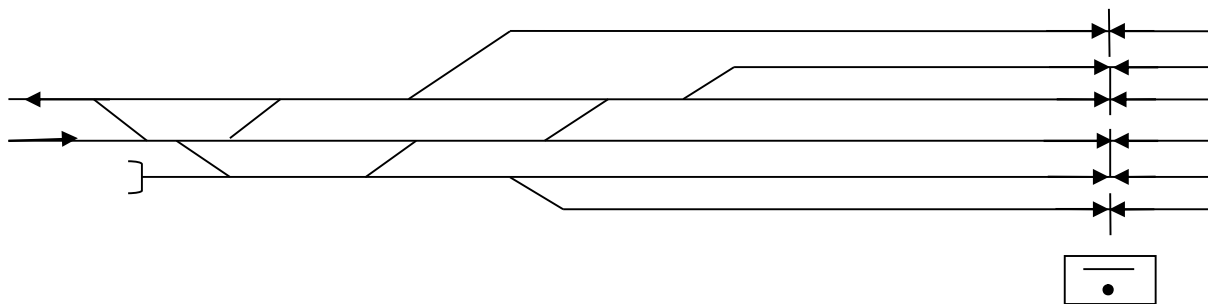

Рисунок 1
1. На схематическом плане нечетной горловины станции (рис. 1) пронумеруйте пути и стрелки, произведите расстановку изолирующих стыков, входных, выходных и маневровых светофоров. Составьте таблицу основных поездных маршрутов.